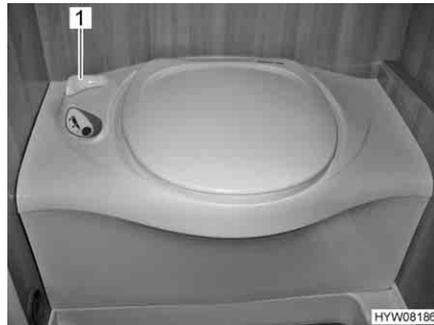

Fig. 195 Inodoro Thetford
- Antes del lavado, abrir la corredera del inodoro Thetford. Para ello, girar la palanca de corredera (Fig. 195,1) en sentido contrario a las agujas del reloj.
- Tras el lavado, cerrar la corredera. Para ello, girar la palanca de corredera (Fig. 195,1) en sentido de las agujas del reloj.